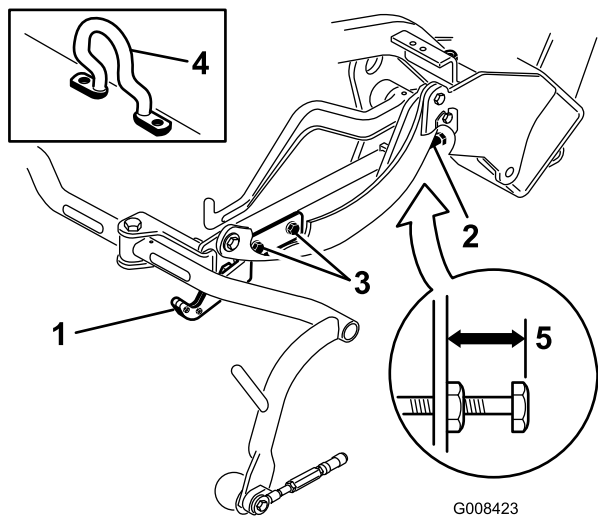
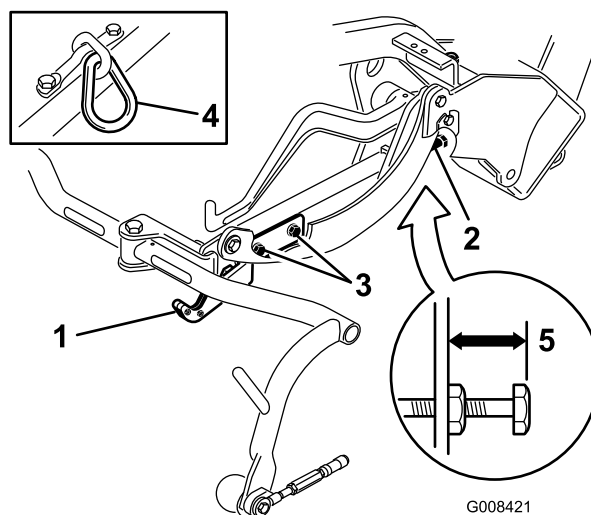
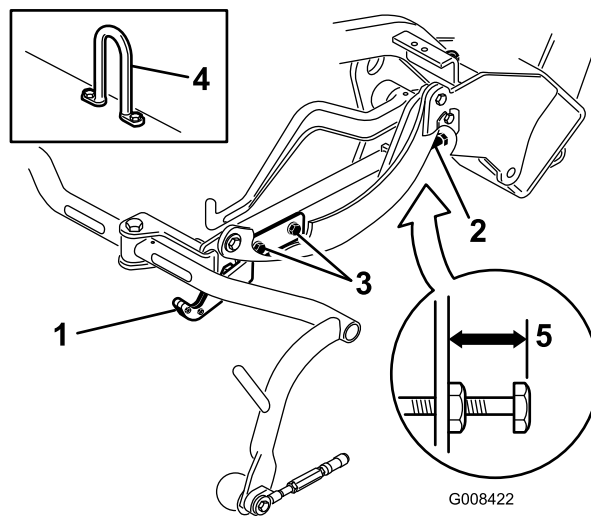

図 12
図 13
図 14
移動走行時の高さを調べ図 13と図 14、必要に応じて調整する。
2. オフセット吊り下げフック図 12、挿入図のついているカッティングユニットでは、キャリアフレーム調整ねじの上端からキャリアフレームの背面までの距離が 25 mm になっていることを確認する。距離が 25 mm でない場合には手順 4 へ進む。
3. チェーンリンクまたはストレート吊り下げフック図 13と図 14、挿入図のついているカッティングユニットでは、キャリアフレーム調整ねじの上端からキャリアフレームの背面までの距離が 22 mm になっていることを確認する。距離が 22 mm でない場合には手順 4 へ進む。オフセットリフト・リンク図 12のついているカッティングユニットの場合は、次のステップに進む。
4. 移動走行プレート取り付けねじをゆるめる図 13と図 14と図 12。
7. キャリアフレームの高さが同じでない場合には、キャリアフレーム調整ねじについているジャムナットをゆるめる図 12と図 13と図 14。高くするにはねじを外方向にまわし、低くするには内方向にまわす。調整ができればジャムナットを締めて調整を固定する。